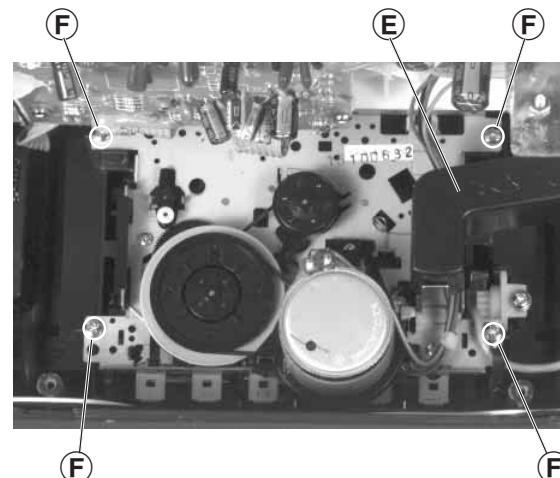

Fig. 2a
- 4 Schrauben **(F)** herausdrehen (Fig. 2a).
- Undo 4 screws **(F)** (Fig. 2a).